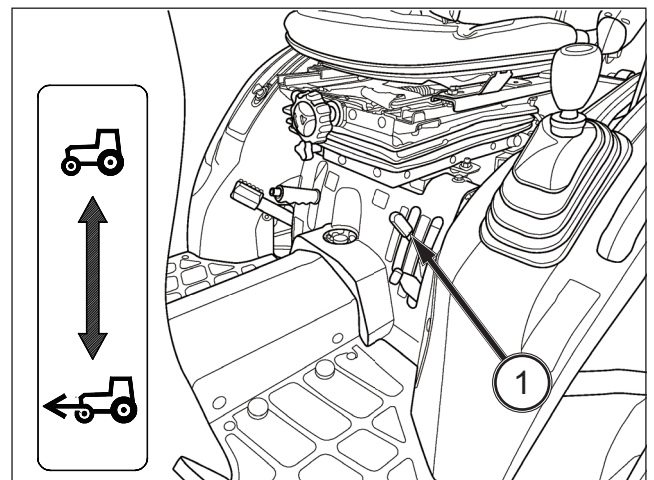

ABB. 58
ABB. 58: Der Traktor verfügt über eine mechanisch angetriebene Vorderachse. Mit dem Allradantriebshebel 4WD (1) wird der Vorderachs Antrieb hinzu- oder abgeschaltet.